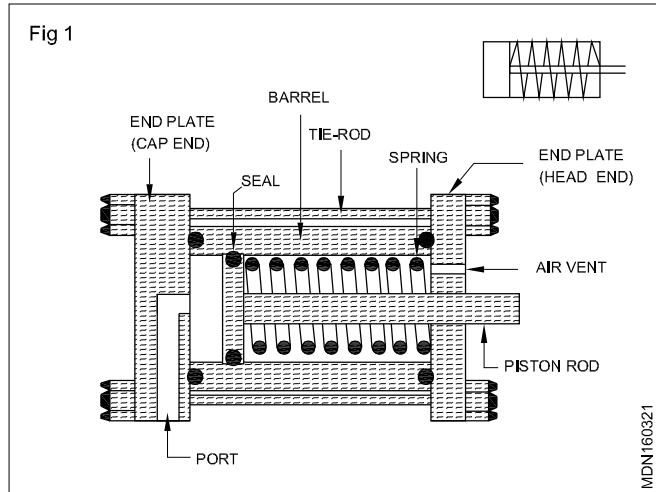

Fig 1 एकल एक्टिंग सिलेंडर का क्रॉस अनुभागीय दृश्य को दिखाता हुआ एक योजनाबद्ध आरेख।
Fig 1 में तेल के निश्चित मात्रा और एक पिस्टन के साथ एक सिलेंडर कक्ष दर्शाया गया है। पिस्टन के द्वारा तेल में बल लगाया जाता है। जब तेल पर बल लगाया जाता है तब जब दाब (तेल का) लगाए गए बल के सामानुपाती तथा पिस्टन क्षेत्र के व्युत्क्रमानुपाती बढ़ता है इसलिए दाब को एक ईकाई क्षेत्र पर लगे बल के बराबर होता है।
Fig 1 स्केमेटिक डायग्राम की योजनाबद्ध आरेख में, एक विशिष्ट हाइड्रोलिक प्रणाली दर्शाया गया है। यह प्रणाली एक बंद प्रणाली है जिसमें पावर पैक, कंट्रोल वाल्व और प्रवर्तक है। हाइड्रोलिक पावर पैक में होते हैं हाइड्रोलिक पावर पैक में होते हैं हाइड्रोलिक पंप जो इंजन के साथ कपल हुआ है, रिजर्वायर तेल से भरा है, और एक प्रेशर रिलीफ वाल्व बंद प्रणाली में तेल को पंप करते हैं। उसमें उच्च दबाव उत्पन्न होता है। जब पंप प्रवाह कुछ विरोध का सामना करना पड़ता है इसलिए पंप का प्राइम मुवर जो यांत्रिक ऊर्जा प्रदान करती है। उसे हाइड्रोलिक ऊर्जा में बदलती है। तेल माध्यम द्वारा ऊर्जा हाइड्रोलिक पवर्तक को संचारित किया जाता है। हाइड्रोलिक प्रवर्तक जैसे सिलेंडर का उपयोग करके हाइड्रोस्टैटिक ऊर्जा को रूपांतरण करके फिर वापस मैकेनिकल ऊर्जा में बदल देती है। हाइड्रोलिक वाल्व को उपयोग करके दिशा और दबाव को प्रवर्तक का गति को नियंत्रित करता है। प्रेशर रिलीफ वाल्व प्रणाली में सीमित करने के लिए प्रयोग किया जाता है।
Figure 1 में एकल कार्य सिलेंडर का संकुच अनुभागीय क्षेत्र दिखाया गया है उसमें बरल, पिस्टन और छड़ असेम्बली, स्प्रिंग अंत केप, सीलस का एक जोड़ा, और पोर्ट होते हैं। बरल के अंदर वह कस के रहता है और स्प्रिंग द्वारा पक्षपाती है। उसकी केप अंत पोर्ट के साथ कसा हुआ है ताकि वह प्रणाली तेल की अनुमति या राहत देने के लिए। पोर्ट के माध्यम से एक हाइड्रोलिक दबाव के अनुप्रयोगों एक ही दिशा में पिस्टन और छड़ असेम्बली चाल काम कर स्ट्रोक प्रदान करते हैं। विपरीत दिशा में पिस्टन और छड़ असेम्बली घूमती है।
एक मूलभूत वायुचालित प्रणाली के मुख्य ब्लॉक है (1) शक्ति स्रोत, (2) नियंत्रण वाल्व और (3) प्रवर्तक। एक प्ररूपी वायुचालित प्रणाली को (figure 1) में उनकी घटकों की संख्या के साथ दर्शाया गया है शक्ति स्रोत, संपीडक, रिसेवर टैंक, FRL आदि इस प्रणाली के भाग हैं।